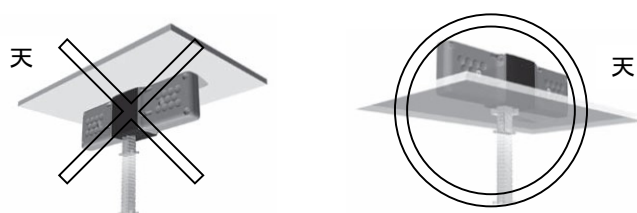

図 2 取付け方向の可否(一例)
6. 押上、水平及び吊下方向に取付けができます。ただし水平及び吊下方向に取付ける場合、本体自重及び搬送物の重さ(力)が取付ボルト自体に加わる状態で使用すると機器破損の恐れがあります。取付ボルトで荷重を受けない設置方法としてください。(図2)